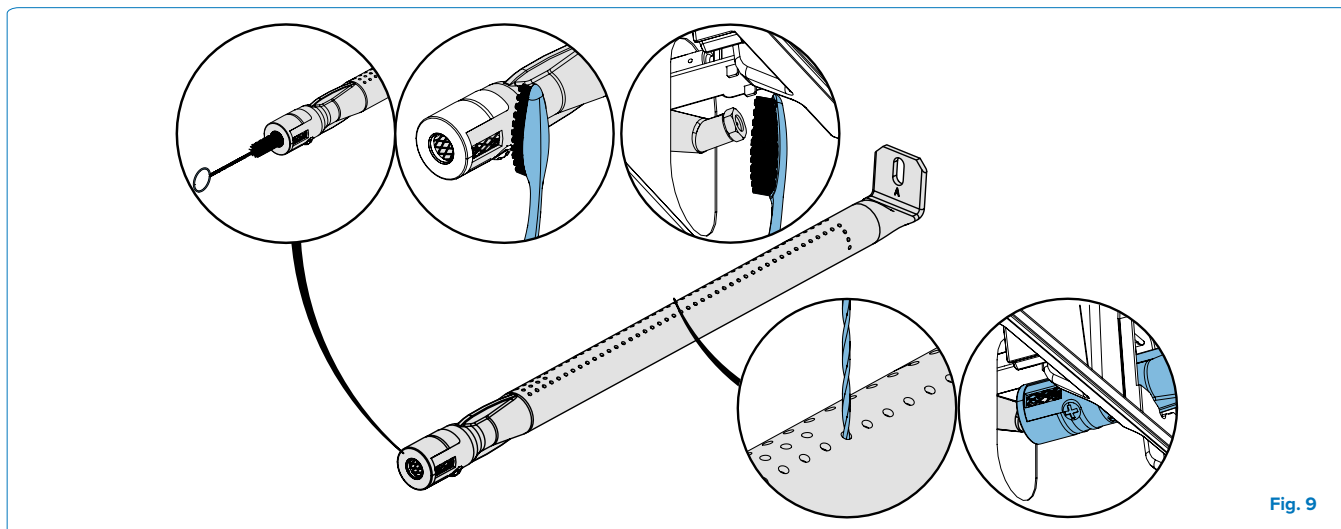

Fig. 9
1. Fjern skruen(e), der fastgør brænderen til bagvæggen af grillen. Træk brænderen tilbage og opad for at fjerne den. (Fig.9)